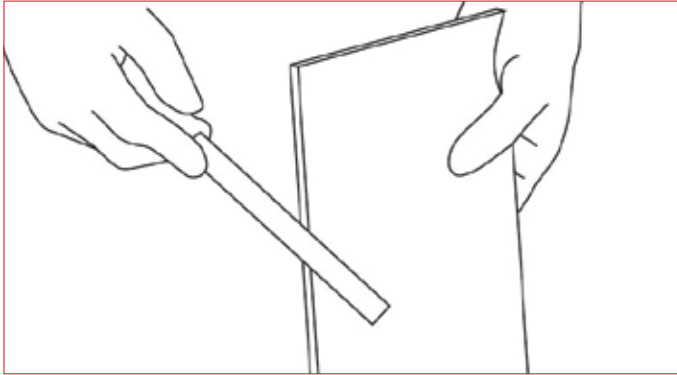

fig. 9 – Ojämna kanter kan slipas eller filas
- Ojäмна kanter kan slipas eller filas med ett fint sandpapper eller en fil (se fig. 9)